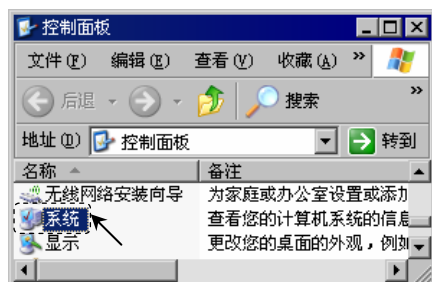

图 2.3.2 Windows 控制面板
Step2. 在图 2.3.2 所示的控制面板中，双击图标  **系统**。